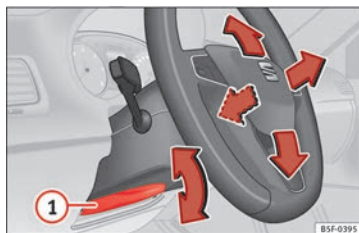

Fig. 20 Levier sur la partie inférieure latérale gauche de la colonne de direction.
- Régler la position du volant : tirez le levier » **fig. 20** **1** jusqu'en bas, déplacez le volant sur la position désirée puis remontez le levier en position de verrouillage.